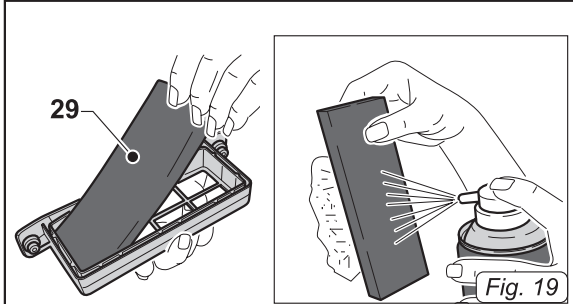

Fig. 19
- Удалить прокладку фильтра (29 Рис. 19) из рамки и очистить ее струей воздуха. Можно вымыть фильтр в теплой воде и установить его обратно только после полного высыхания; при чрезмерном загрязнении фильтра следует заменить его.